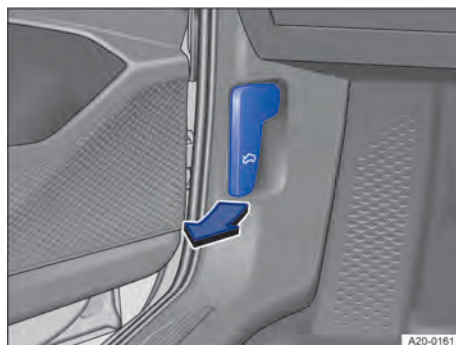

Fig. 202 Au plancher côté gauche : levier de déverrouillage du capot avant (schéma de principe)
1. Avant d'ouvrir le capot avant, assurez-vous que les bras d'essuie-glace reposent sur le pare-brise → ①.
2. Ouvrez la porte avant gauche et tirez le levier de déverrouillage dans le sens de la flèche → fig. 202.